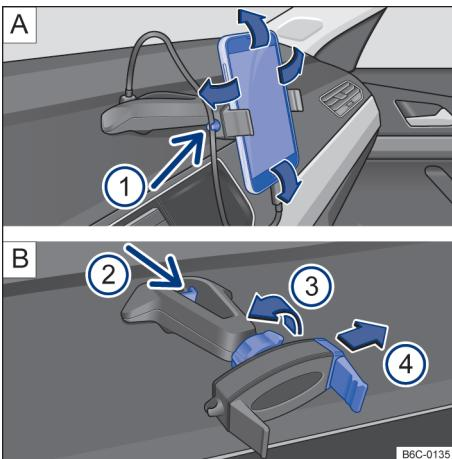

Fig. 171 No console central: suporte para telefone celular e ajustes.
- Segurar o suporte com uma mão e pressionar o botão de destravamento → Fig. 171 B ② (seta).
- Com a haste → Fig. 171 B ④ deslocar no sentido da seta, e instalar o telefone celular no alojamento.
- Com a outra mão deslocar a haste → Fig. 171 [B] (4) até que seja possível remover o aparelho do alojamento.
- Colocar o cabo USB na entrada carregador USB do suporte existente no painel de instrumentos → Fig. 171 [A].
- Prender o cabo no suporte → Fig. 171 [A] (1).
- Para liberar o movimento do suporte, girar a trava → Fig. 171 [B] (3) no sentido contrário da seta.
- Para fixar a posição, girar a trava no sentido da seta (3) → Fig. 171 [B] até a fixação total do suporte.
O suporte para telefone celular tem garantia de 3 anos, com exceção da haste deslizante (garra) → Fig. 171 B (4) que tem garantia de **1 ano**.